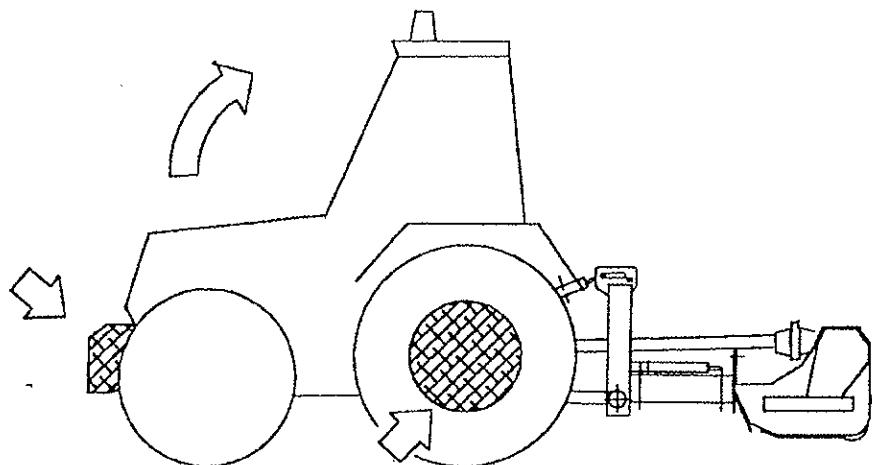

図 1 1
- 一 本機を付けた状態で、トラクターの油圧で本機を上へ持ち上げて下さい。トラクターの片側が浮くようであれば、トラクターの前側にフロントウェートを装着し、本機と反対側の後輪ホイールにバランスウェートを装着してください。(図 1 1)